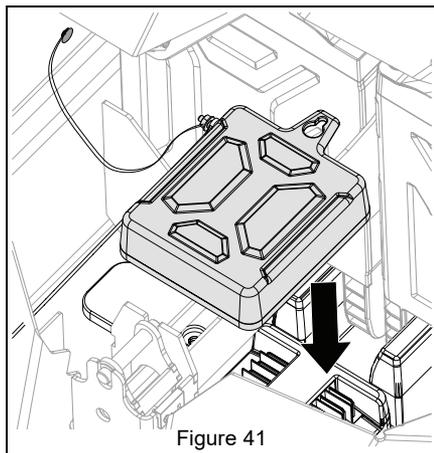

Figure 41
3. Positionner le capot sur les broches exposées de la barre omnibus des batteries. Voir Figure 41.